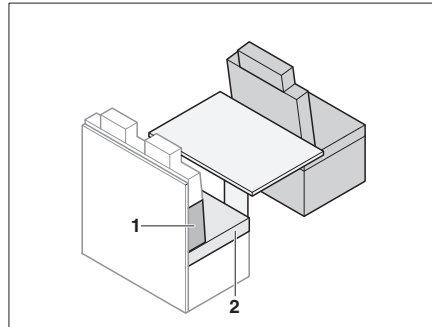

Fig. 183 Prima della trasformazione
- Rimuovere i cuscini del divano (Fig. 183,2).
- Posizionare il cuscino dello schienale (Fig. 183,1) tra il cuscino del divano e la parete posteriore. Rispettare la forma cuneiforme.